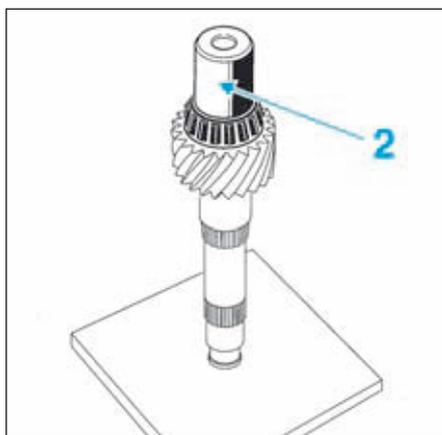

FIG.28
- Reposer le roulement à l'aide d'un mandrin de diamètre approprié (indice "O") (2) faisant parti du coffret [2] (Fig.28).